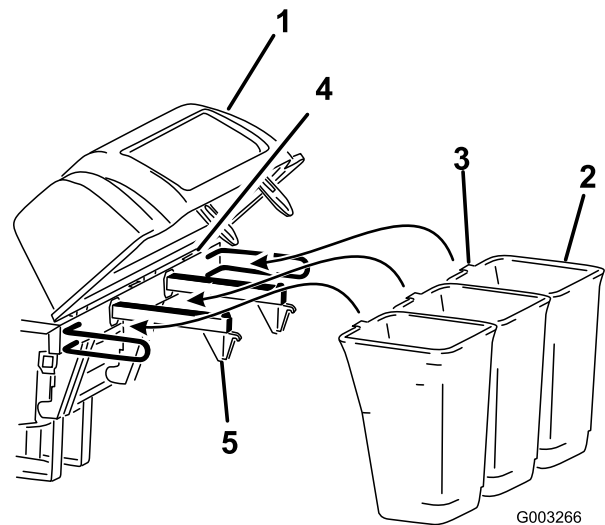

Figure 9
3. Insérez la languette du bac dans l'encoche du couvercle. Répétez cette opération pour tous les bacs (Figure 9).